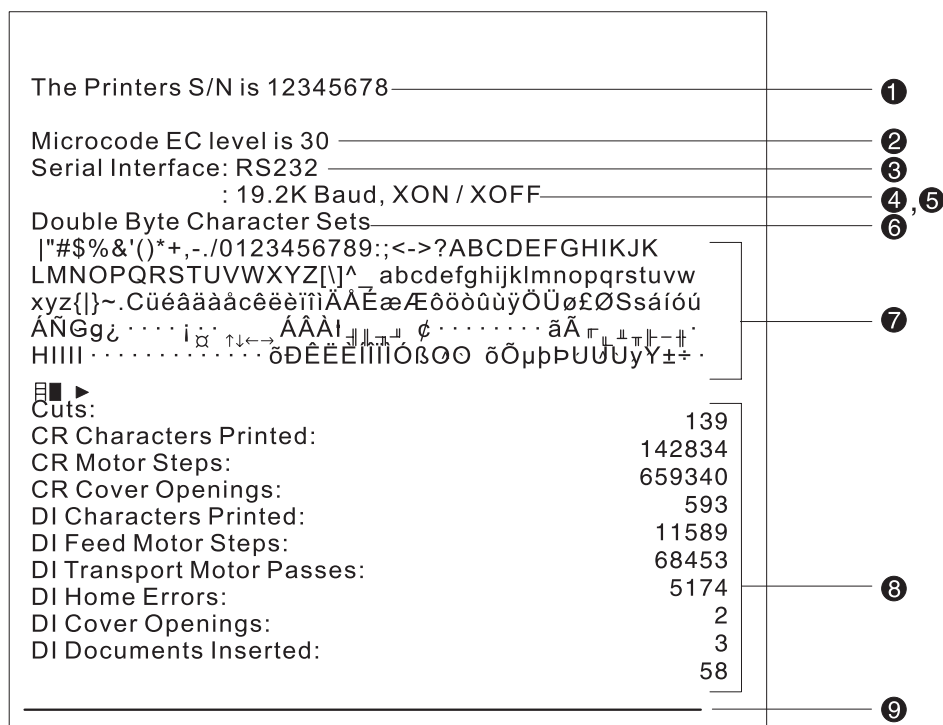

图 26. 顾客收据站的脱机打印机测试模式 (型号 TI5 和 TG5)
3. 请参阅第 55 页的图 26 并根据方式和配置验证打印机打印了正确的信息:
如果您打印的测试方式缺少在第 55 页的图 26 中显示的任何字符, 或者缺少实线, 请转至第 56 页的『问题确定』。
4. 请参阅第 55 页的图 26 并根据方式和配置验证打印机打印了正确的信息: